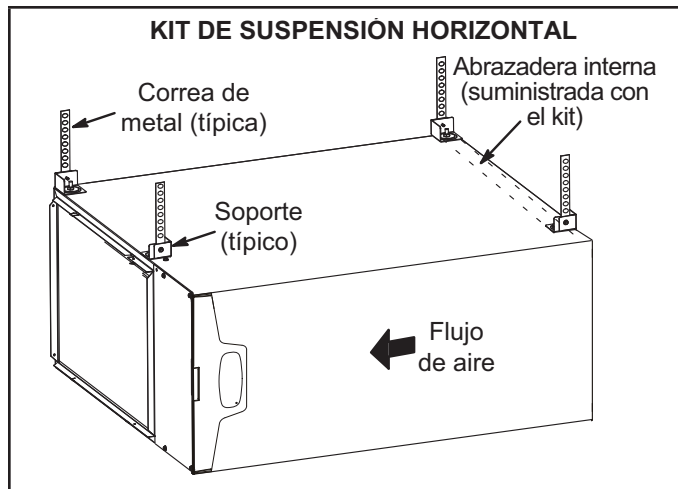

**FIGURA 11**
El calefactor SL297UHNV puede instalarse en aplicaciones horizontales con descarga de aire derecha o izquierda. Consulte la figura 11 para conocer los espacios libres en aplicaciones horizontales.
- 1 - Seleccione la ubicación de la unidad teniendo en cuenta el servicio y otros espacios necesarios. Consulte la figura 11.